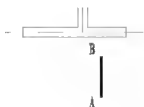

图 3.59 绘制门扇
(1) 将 0 图层设为当前层。为便于使用,这里绘制 1000mm 宽的门扇以制作成“门”图块。
(2) 绘制门扇:用【多段线】命令绘制线宽为 50mm、长度为 1000mm 的多段线,结果如图 3.59 所示。
(3) 绘制门的轨迹线:选择菜单栏中的【绘图】|【圆弧】|【圆心、起点、角度】命令。
① 在指定圆弧的起点或【圆心(C)】:\_c 指定圆弧的圆心:提示下,捕捉如图 3.59 所示的 A 点作为圆弧的圆心。
② 在指定圆弧的起点:提示下,捕捉如图 3.59 所示的 B 点作为圆弧的起点。